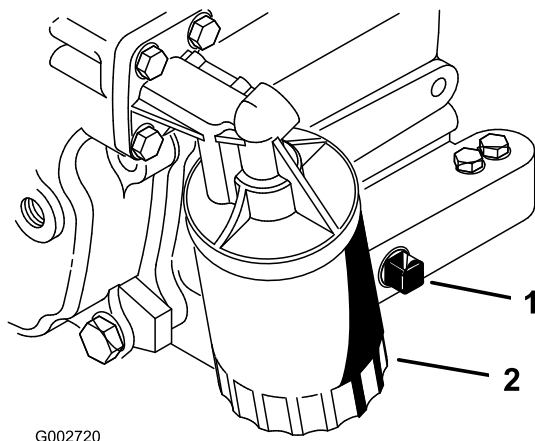

Bild 26
2. Entfernen Sie die Ablassschraube (Bild 26) und lassen das Öl in ein Auffanggefäß ab. Schrauben Sie die Ablassschraube wieder ein, nachdem das Öl abgelaufen ist.
3. Entfernen Sie den Ölfiler (Bild 26). Ölen Sie die neue Dichtung am Ölfiler leicht mit frischem Öl ein.